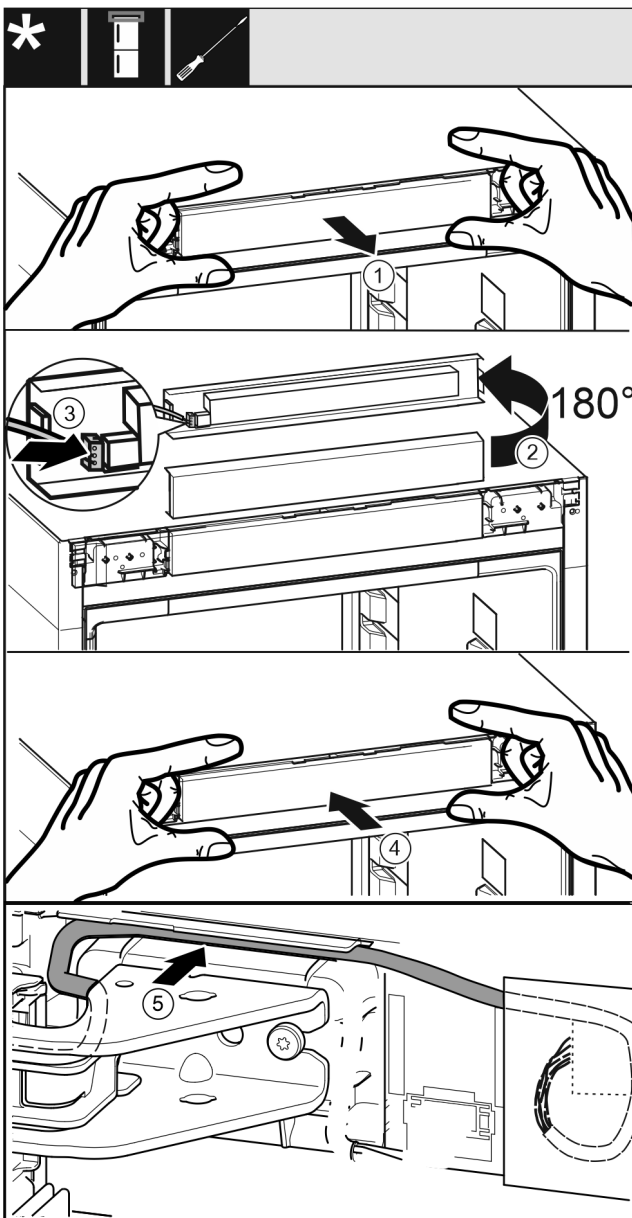

Fig. 57
- ▶ Осторожно извлеките фальшпанель Fig. 57 (1).
- ▶ Поверните фальшпанель Fig. 57 (2) вверх на 180°.
- ▶ Зафиксируйте штекер Fig. 57 (3) на фальшпанели.
- ▶ Снова зафиксируйте фальшпанель Fig. 57 (4) на устройстве.
- ▶ Осторожно проложите кабель Fig. 57 (5) в направляющей над верхним опорным кронштейном.